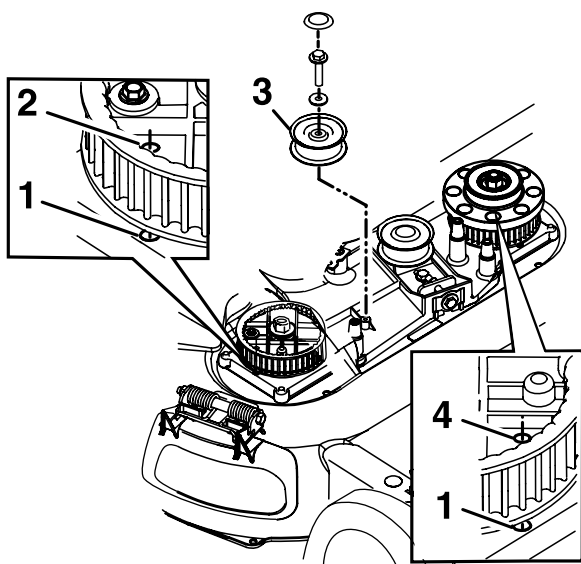

Bild 41
8. Entfernen Sie die fixierte Spanscheibe und die Befestigungen (Bild 41).
10. Fluchten Sie die Löcher in den rechten und linken Kettenrädern mit den Löchern im Gehäuse aus, wie in Bild 41 abgebildet.